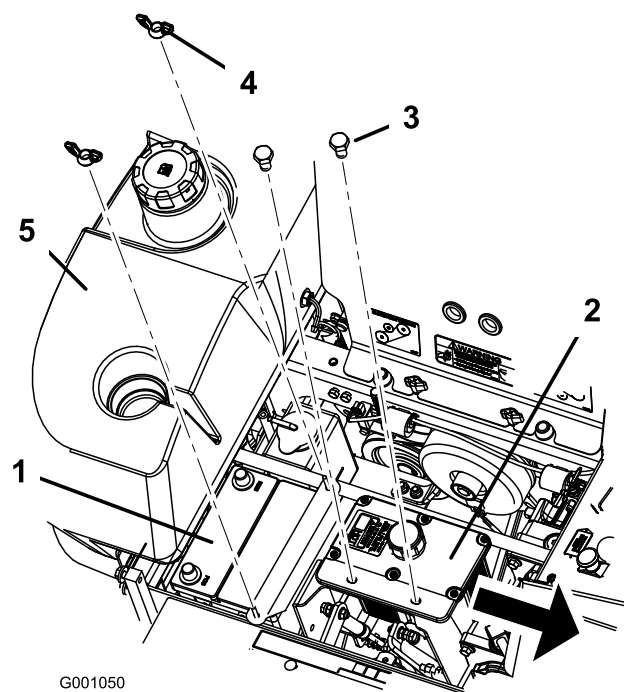

Figure 49
1. Placez la batterie dans son support en tournant les bornes à l'opposé du réservoir hydraulique (Figure 49).
6. Fixez la batterie en position avec des boulons en J, une barrette de maintien, 2 rondelles (1/4 po) et 2 écrous à oreilles (1/4 po) (Figure 49).
6. Retirez les deux écrous à oreilles (1/4 po) qui fixent la barrette de maintien de la batterie (Figure 49).
7. Retirez les 2 boulons de fixation du réservoir hydraulique (Figure 49).